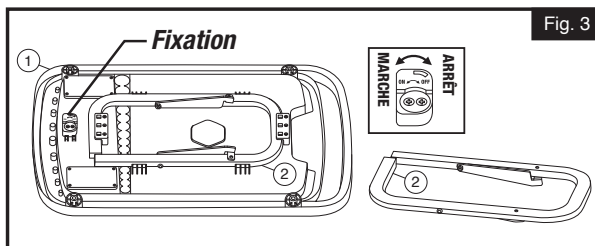

Fig. 3
5. Retirez le cadre du plateau à outils (2) de la face inférieure du plateau à outils (1) en tournant le dispositif de retenue vers la position « MARCHE » et en faisant glisser le cadre du plateau à outils. (Fig. 3)